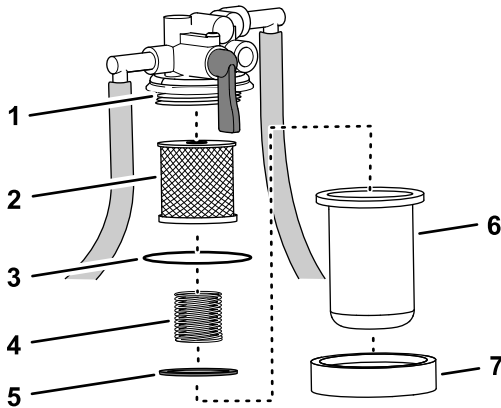

Figura 71
- Coloque un recipiente debajo del cuerpo del filtro de combustible, retire la tuerca del cuerpo y retire el cuerpo del filtro del cabezal del filtro (Figura 71).
- Monte el elemento del filtro en el cabezal del filtro; consulte Figura 71 en Retirada del elemento del filtro (página 59).
- Monte el muelle y el flotador en el cuerpo del filtro de combustible; consulte Figura 71 en Retirada del elemento del filtro (página 59).
- Monte el cuerpo de combustible y la tuerca del cuerpo en el cabezal del filtro y apriete la tuerca a mano; consulte Figura 71 en Retirada del elemento del filtro (página 59).